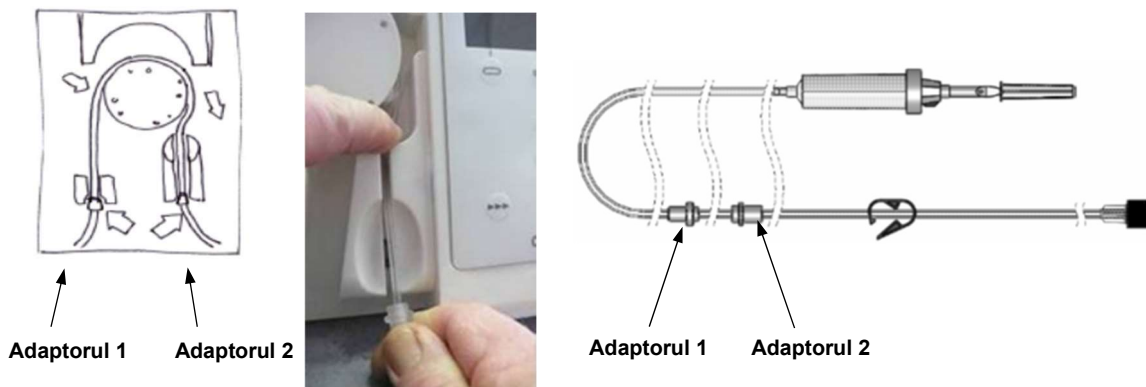

Figura 14
2. Luați adaptorul 2 și treceți tubul peste rotorul pompei **Qiona**®. Apăsați tubul în jos, prin spatele rotorului, cu arătătorul stâng (a se vedea *Figura 14*). Simultan, trageți tubul cu mâna dreaptă, în care țineți adaptorul 2, prin fanta din dreapta, în conectorul adaptorului 2.